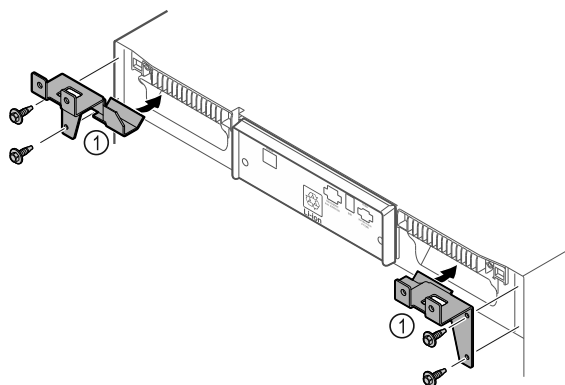

Fig. 69
- Monter les pièces de retenue Fig. 69 (1) sur l'appareil à l'aide de vis autotaraudeuses.